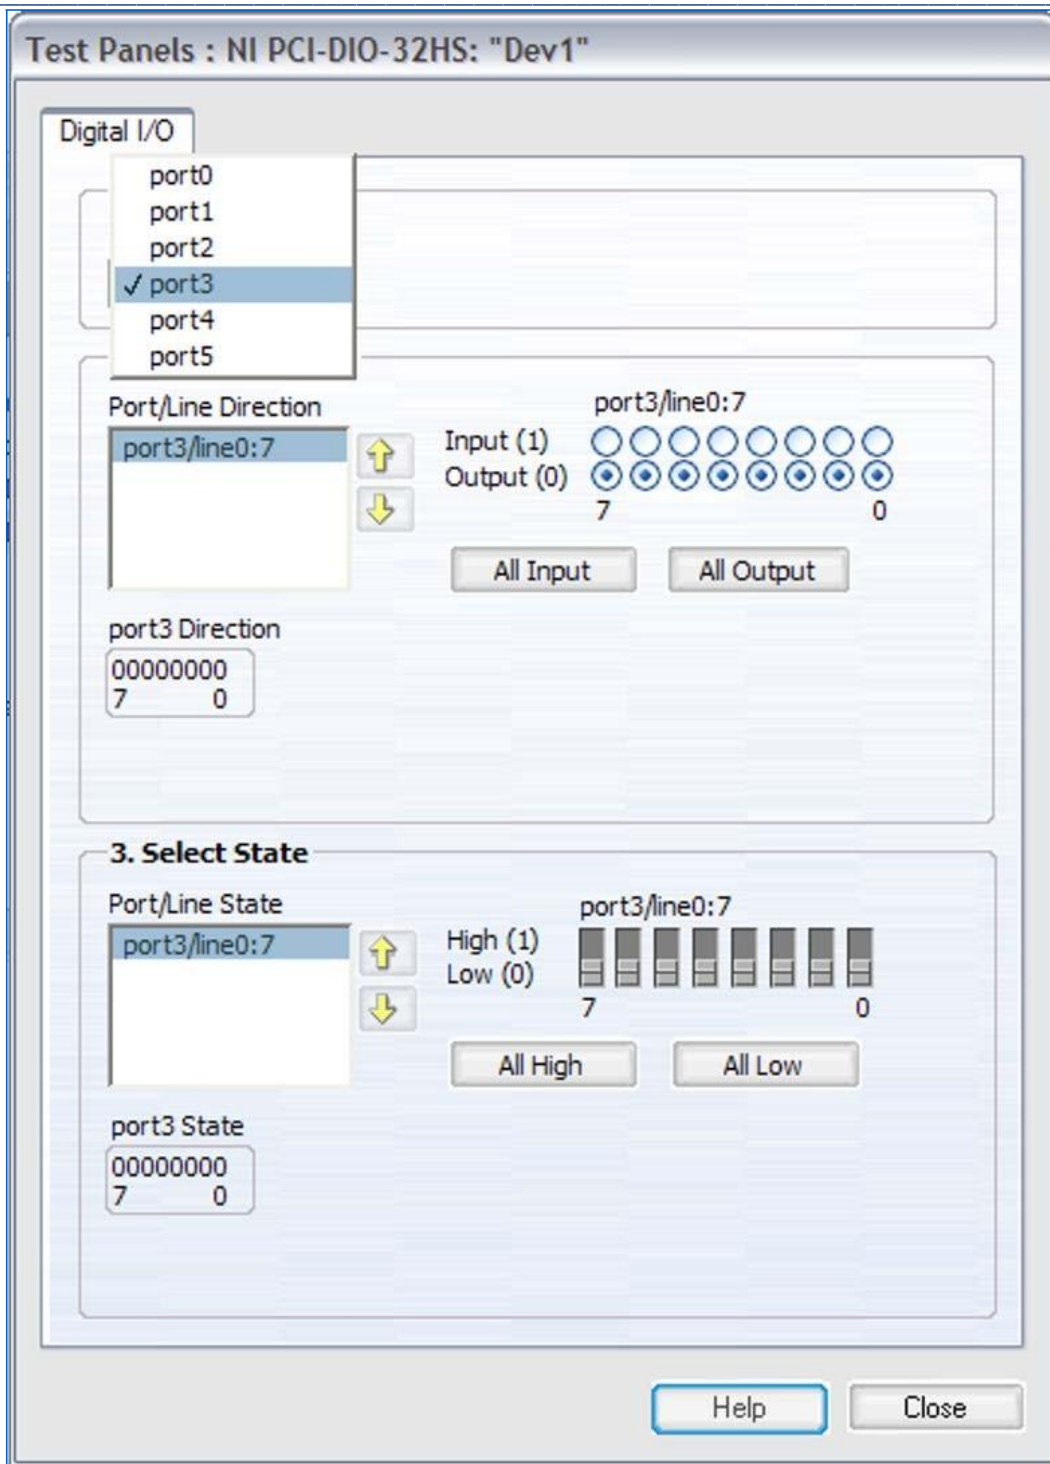

Рисунок 28-2: Контрольная панель
6. Нажмите кнопку Контрольная панель, в результате появится окно "Test Panels" (Рисунок 28-2)